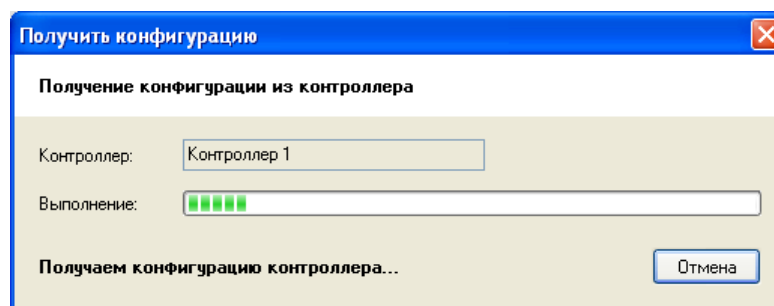

Рисунок 256
- 9) Нажмите кнопку "Выбрать" диалога "Выбор контроллера", на экране отобразится процесс чтения конфигурации (см. Рисунок 256), и дождитесь окончания обмена данными с контроллером.